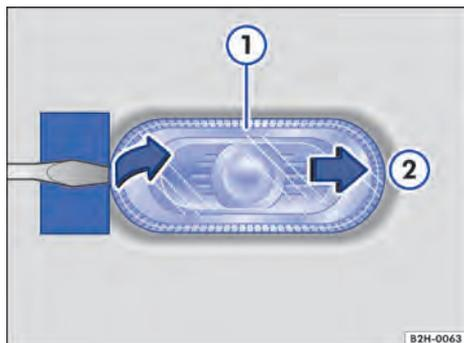
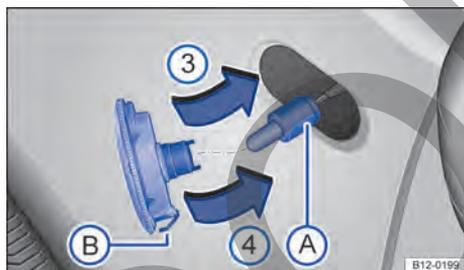

Fig. 148 Lado izquierdo del vehículo: desmontar la luz de giro lateral.
Fig. 149 Luz de giro lateral: sustituir la lámpara.
→ Fig. 148 y → Fig. 149
- ① Tenga en cuenta y siga la lista de comprobación → Página 180.
- ② Introduzca la hoja plana del destornillador de las herramientas de a bordo en el lado de la luz de giro lateral más próxima a la parte trasera del vehículo → . Desplace la luz de giro lateral hacia atrás en contra de la fuerza del muelle → Fig. 148 .
- ③ Desmonte la luz de giro lateral de la carrocería haciendo palanca con la mano.
- ④ Extraiga el portalámparas junto con la lámpara en línea recta → Fig. 149 .
- ⑤ Extraiga la lámpara del portalámparas en línea recta.
- ⑥ Sustituya la lámpara averiada por otra nueva del mismo tipo.
- ⑦ Coloque de nuevo el portalámparas.
- ⑧ Coloque en la carrocería el lado de la luz de giro más cercano al frontal del vehículo  y presiónelo en la carrocería  hasta que el muelle  encastre de forma audible.